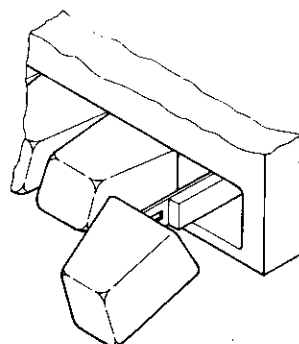

Fig. 8
- 9.2 Presser le bouton-poussoir vers le fond, fig. 8, et enlever.
- 9.2 Presionar hacia abajo la tecla pulsadora, fig. 8, y quitar.